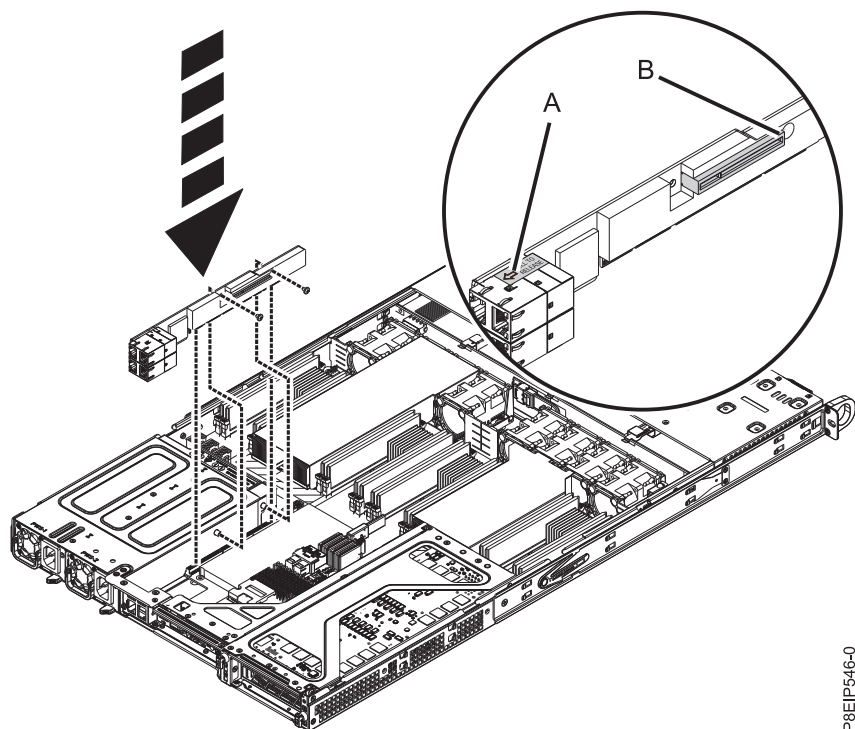

Figure 40. Remise en place des vis du connecteur de bus PCIe
- b. Remettez en place les deux vis permettant de fixer la carte mezzanine PCIe dans le châssis, comme illustré à la figure 40.